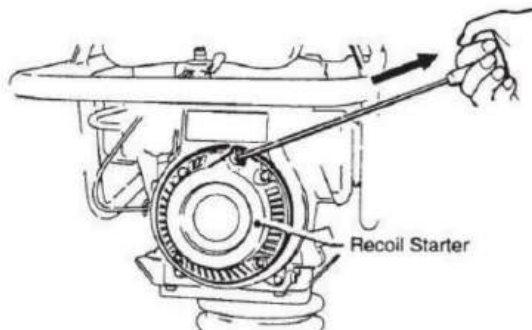

Fig 8
4. Fatta tag i rekylstartarens (Fig 8) handtag och dra i det tills du känner något motstånd. Dra sedan kraftigt och snabbt. Sätt tillbaka rekylstarthandtaget till startlådan innan den släpps.